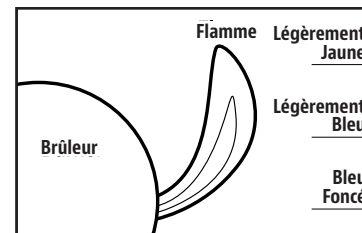

FIG. 4
- Après l'allumage, observez la flamme du brûleur. Assurez-vous que tous les orifices du brûleur sont allumés et que la hauteur de la flamme correspond à l'illustration. Fig. 4.